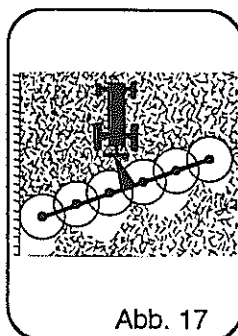

Abb. 17
- Abb. 17/17a Freirechen von Randstreifen
Loch F = Freirechen von links (siehe S. 9, Abb. 17)